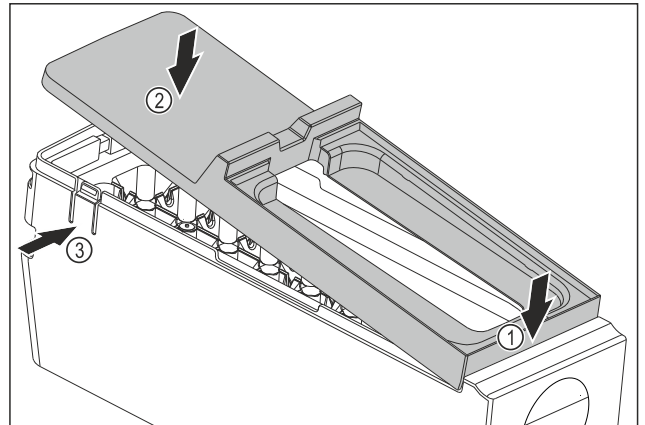

Fig. 82
- ▶ Monter dekselet til hoveddelen til EasyTwist-Ice: Fest dekselet foran. Fig. 82 (1)
- ▶ Senk dekselet bak. Fig. 82 (2)
- ▶ Dekselet går hørbart i inngrep i begge tappene Fig. 82 (3).